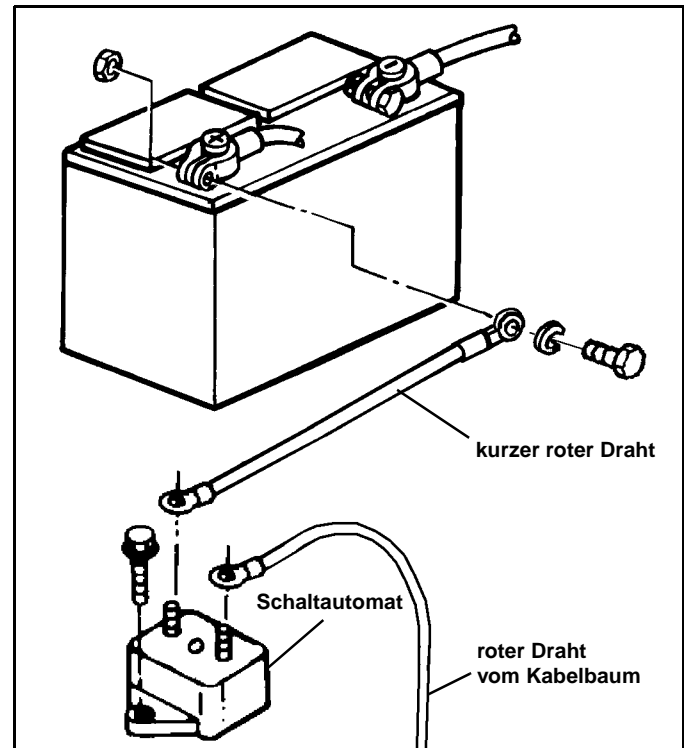

Abb. 1-3
8. Den kurzen roten Draht (#96102362) mit zwei Ringkabelschuhen finden. Den kleinen Ringkabelschuh an den mit BAT gekennzeichneten kupferfarbenen Anschlusszapfen am Schaltautomaten anschließen. Den anderen, großen Ringkabelschuh an den positiven Batteriepol anschließen. (Siehe Abb. 1-3).